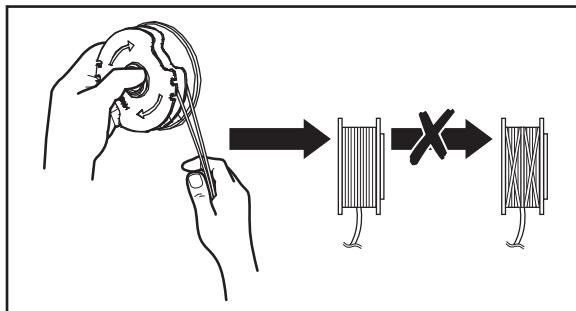

Fig. 26
7. Enrole firmemente todos os fios do aparador em redor da bobina do aparador (12c) na direção das setas na bobina do aparador (12c) (Fig. 26).